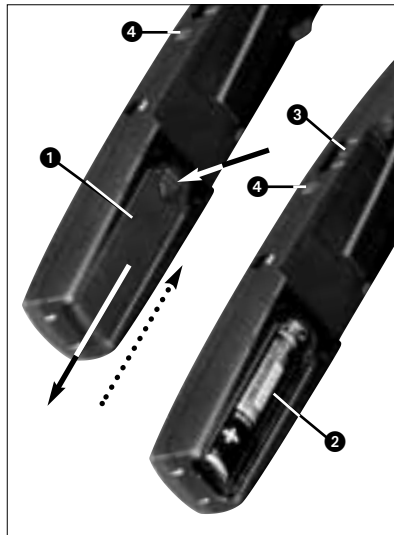

Fig. 2: Colocar a pilha
Veja fig. 2:
cida na embalagem (2) no compartimento como é mostrado na fig. 2.
5. Posicione o comutador ON/MUTE/OFF (3) em ON.